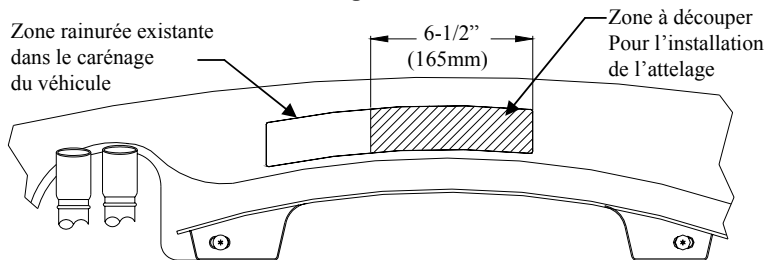

Figure 2 (Vue depuis le dessous du véhicule)
- Repérer la zone rainurée existante dans le bas du carénage pour le découpage selon la figure 2. Découper le carénage d'après l'illustration afin d'accéder aux trous de montage dans la traverse du véhicule.